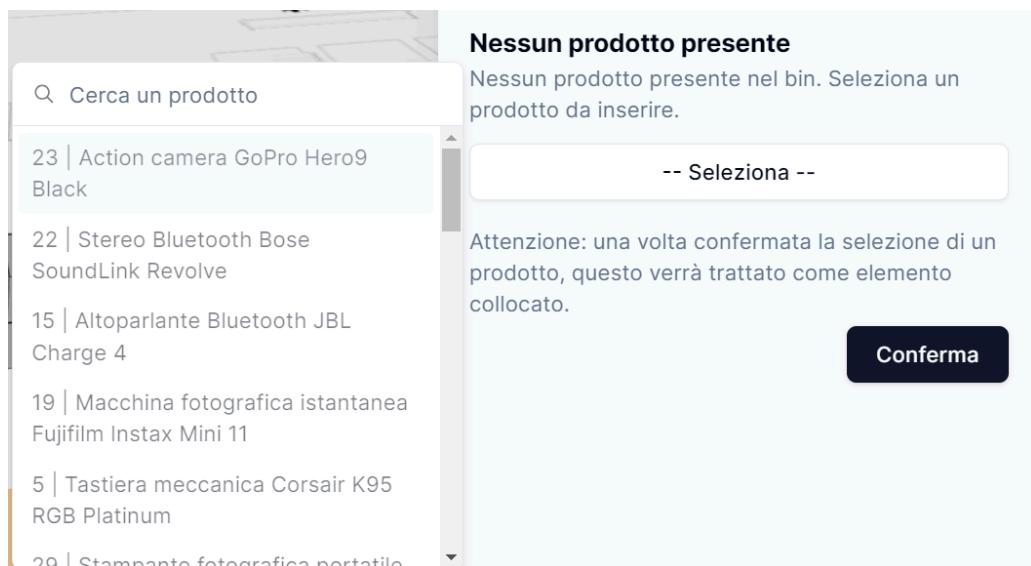

Figura 20 Pannello di ricerca e inserimento di un prodotto nel bin_G
- 4) premere **Conferma** (Figura 20).